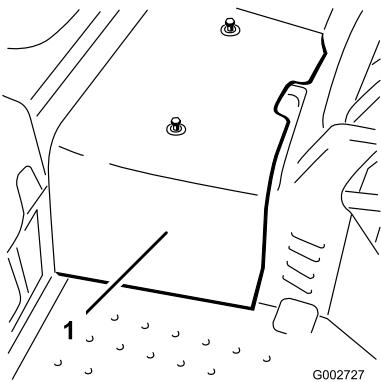

Figura 43
- Allentate le 2 viti che fissano la protezione centrale alla macchina, e togliete la protezione (Figura 43).